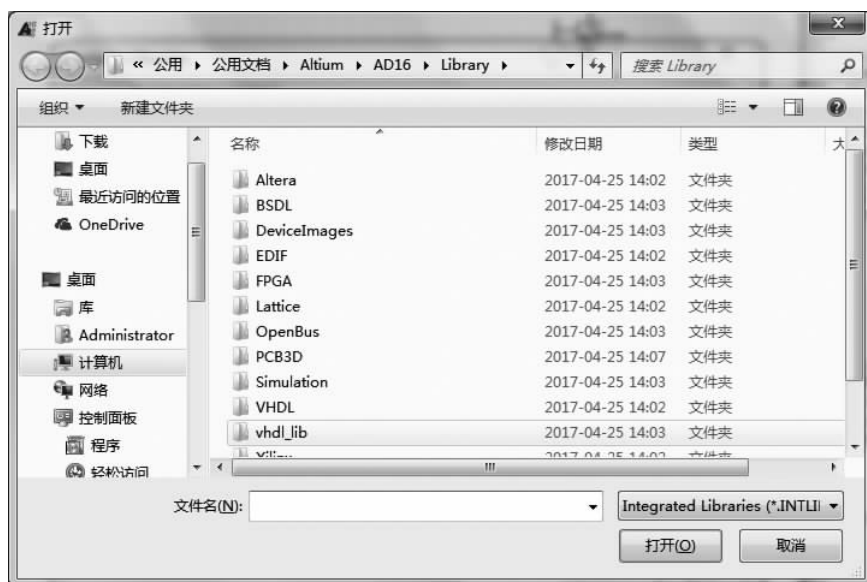

图 2-23 “Library”文件夹
(1)“Project”选项卡:显示与当前项目相关联的元件库。在该选项中单击“Add Library”按钮,即可向当前工程中添加元件库,如图 2-23 所示。添加元件库的默认路径为 Altium Designer 16 安装目录下的“Library”文件夹。在“Library”文件夹中按照厂家的顺序给出了元件的集成库,用户可以选择自己想要安装的元件库,然后单击“打开”按钮,就可以将元件库添加到当前工程中了。